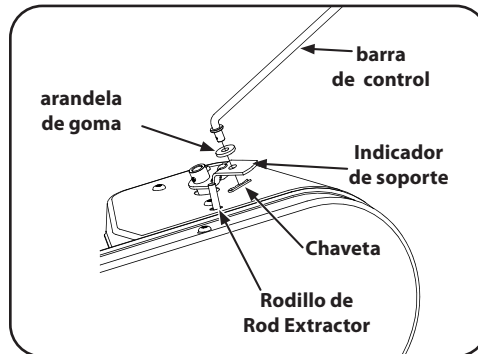

Figura 4-1
3. Retire el broche de chaveta y la arandela de resorte de la varilla de la polea loca. Vea la Figura 4-1.